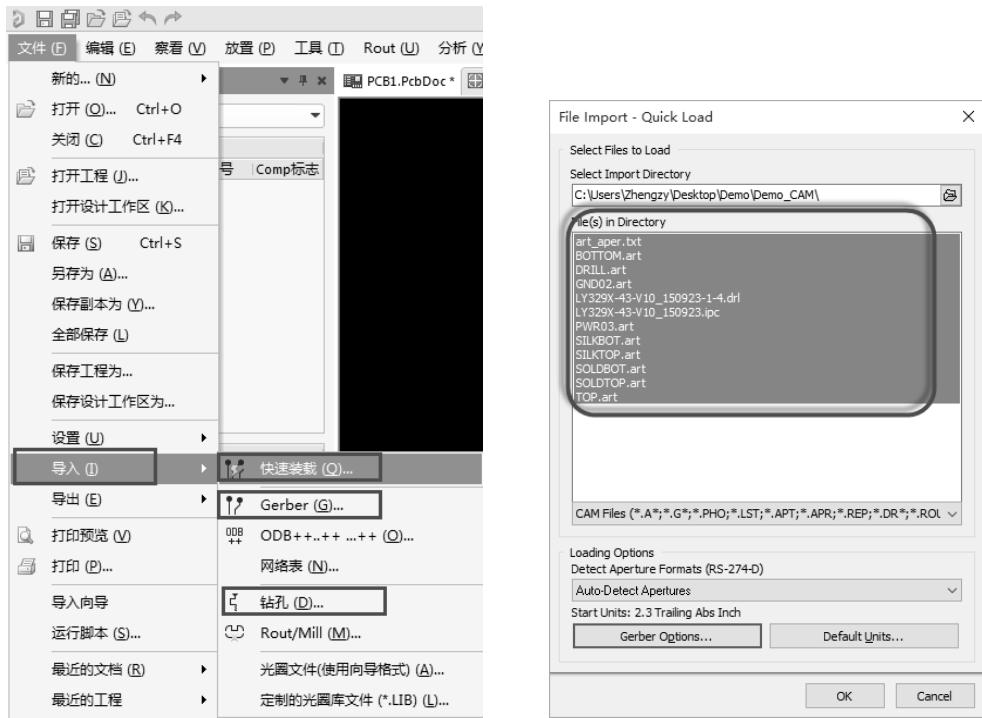

图 12-97 Gerber 文件的导入
(2) Gerber 文件的导入有两种方法: 一种是执行菜单命令 “文件-导入-快速装载”, 这是把每一层的 Gerber 文件和钻孔文件进行快速导入的方法; 另一种是先导入 Gerber 文件, 再导入钻孔文件, 效果是一样的。Gerber 文件的导入如图 12-97 所示, 在此导入一个 Allegro 的 4 层板 Gerber 文件。